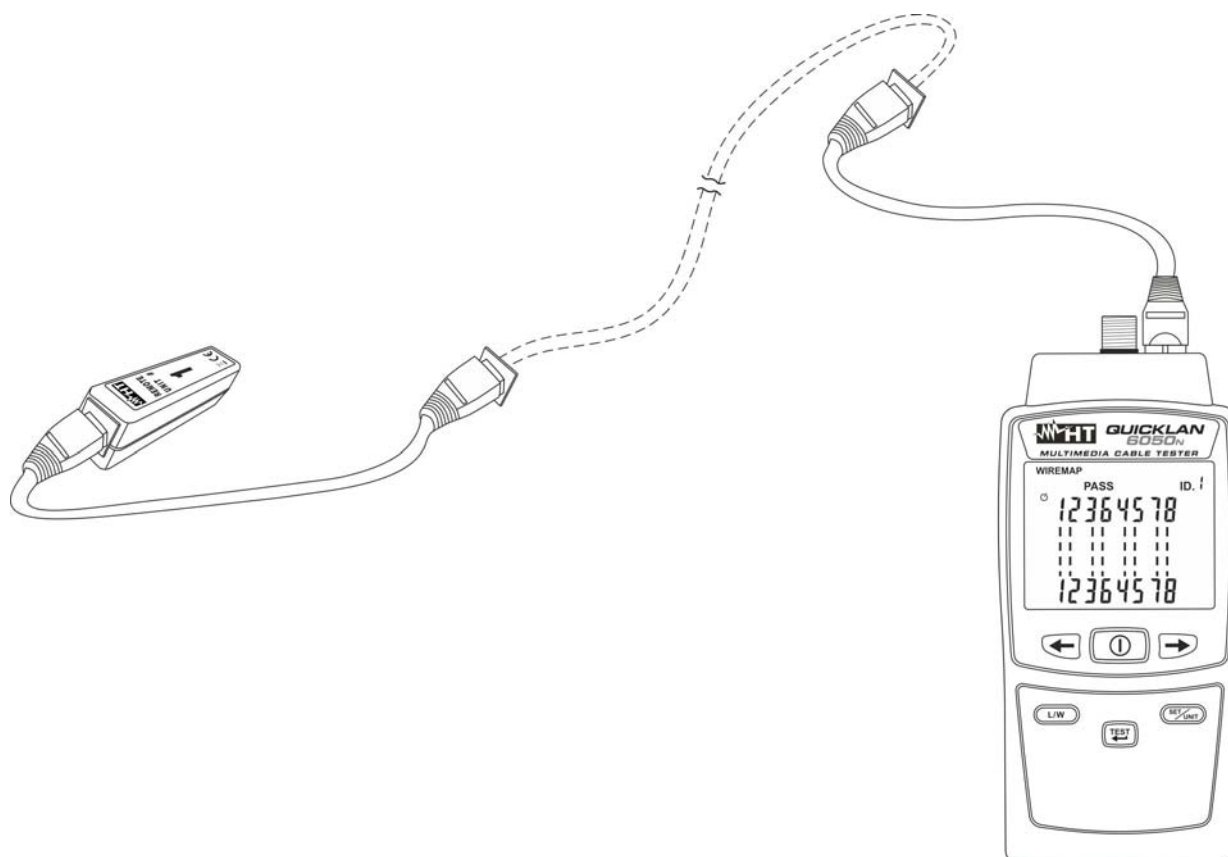
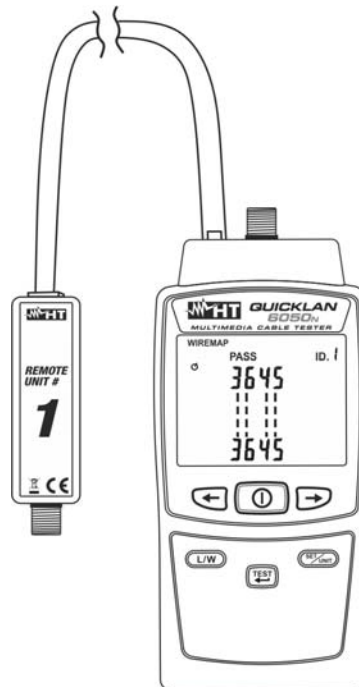

Fig. 7: Collegamento dello strumento tramite cavi patch
Fig. 10: Collegamento dello strumento al cavo con connettore RJ11
4. Connettere gli estremi del cavo in prova al connettore RJ45 di ingresso dello strumento (vedere Fig. 1 – parte 10) e all'unità remota #1 oppure, se necessario, usare i cavetti patch in dotazione come mostrato nella Fig. 7
3. Connettere gli estremi del cavo in prova al connettore RJ11 di ingresso dello strumento (vedere Fig. 1 – parte 8) e all'unità remota #1 (vedere Fig. 10). Se necessario, usare i cavetti patch in dotazione in modo simile a quanto mostrato nella Fig. 7